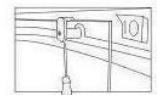

Рис.16
**Стеклянные двери.** Стеклянные двери изделия представляют собой раздвижную конструкцию; герметичность дверей обеспечивается за счет магнитного уплотнителя. Двери открываются и закрываются без усилий. Пожалуйста, не открывайте и не закрывайте двери с усилием во избежание повреждения кабины. В случае возникновения затруднений при открывании-закрывании дверей, смажьте направляющие роликов (нижний и верхний профили) силиконовой смазкой и отрегулируйте верхние ролики (рис.16)..